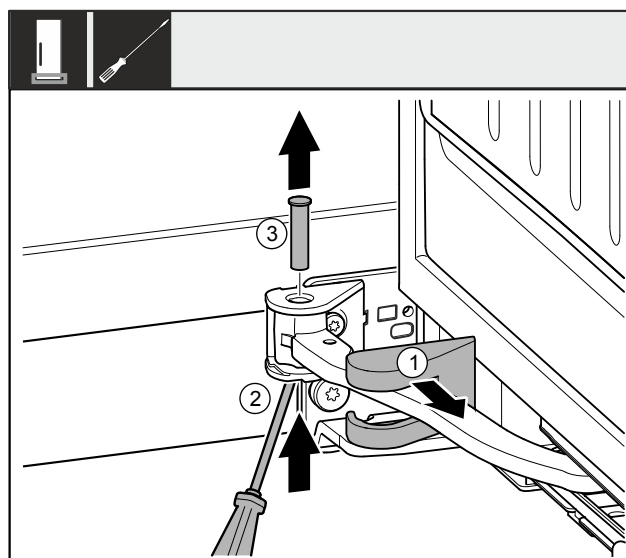

Fig. 8
- Retire la cubierta del soporte del cojinete Fig. 8 (1) y deslícela a lo largo de la bisagra.
- Levante el perno Fig. 8 (2) desde abajo con un destornillador.
- Extraiga el perno Fig. 8 (3) desde arriba.